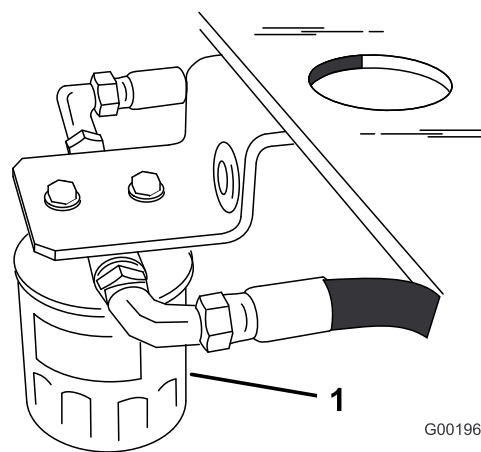

Figure 49
4. Localisez le filtre sous le réservoir à carburant et placez le bac de vidange sous le filtre (Figure 49).